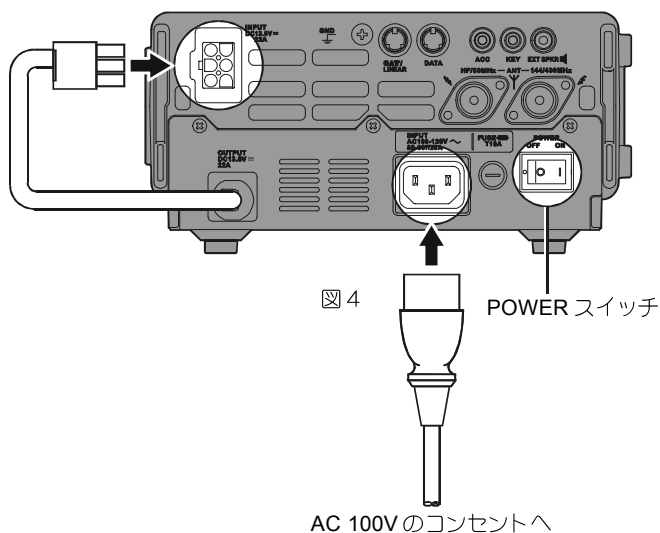

図 4
4. FP-30の電源コネクターをFT-897D背面にある電源入力コネクターに差し込みます(図4参照)。
5. FP-30の電源スイッチがオフになっていることを確認し、FP-30に付属のACコードを使用して、AC100Vのコンセントと接続します(図4参照)。
1. まず始めに、FP-30のPOWERスイッチ(図4参照)をオンにします。